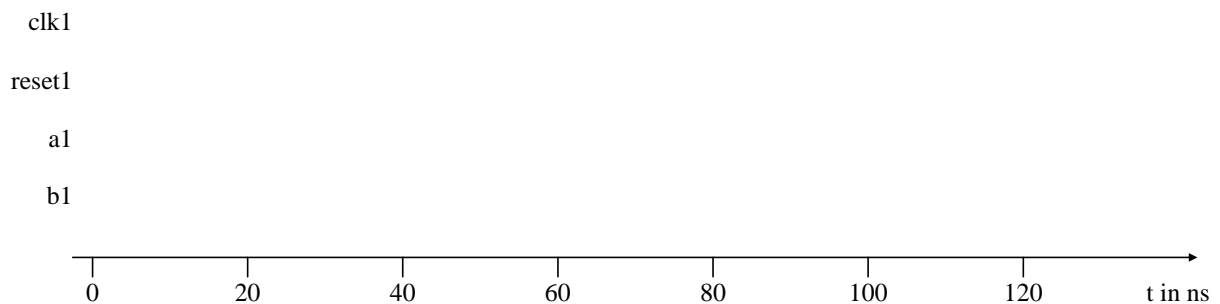

Abbildung 9.1: Timingdiagramm der Zeitverläufe
- b) Vervollständigen Sie im nachstehenden Timingdiagramm in Abbildung 9.1 die Zeitverläufe der Signale *clk1*, *reset1*, *a1* und *b1* anhand des VHDL-Codes!